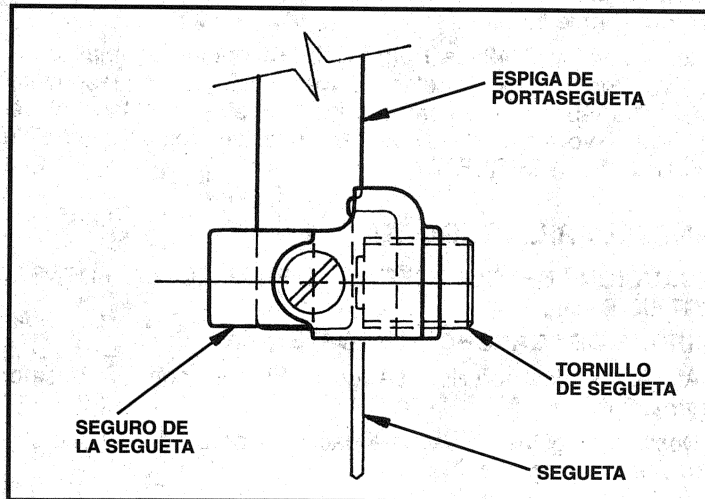

Fig. 2
3. Afloje el tornillo de segueta, Fig. 2, aproximadamente dos vueltas con un desatornillador.